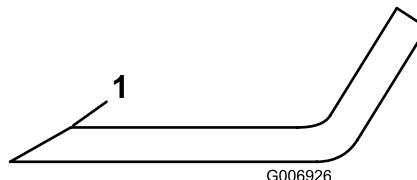

Figura 67
- Inspecione as extremidades de corte de todas as lâminas. Afie as extremidades de corte se estas apresentarem sinais de desgaste ou ranhuras. Afie apenas a zona superior da parte cortante e mantenha o ângulo de corte original para garantir que está afiada (Figura 67).
- Se apresentar sinais de desgaste ou ranhuras, afie apenas a zona superior da parte cortante enquanto mantém o ângulo de corte original (Figura 67).